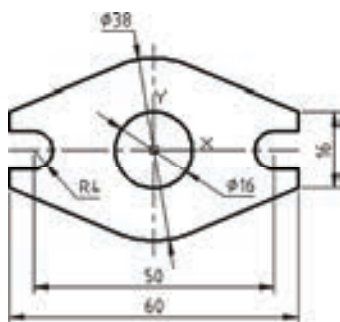

图 10-2 绘制二维图形
2) 绘制二维图形。综合使用“直线”按钮、“圆:圆心,半径”按钮、“偏移”按钮及“修剪”按钮等工具命令,在 XY 平面中完成图 10-2 所示的二维图形。完成所需的二维图形后,可以将作为辅助线的中心线删除。